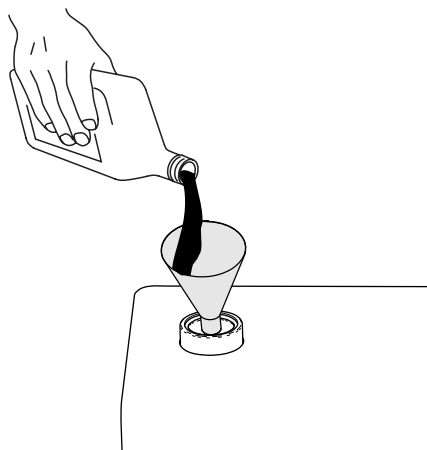

Figura 115
7. Se il livello del fluido è più basso del segno inferiore sull'asta, aggiungete il fluido idraulico specificato al serbatoio (Figura 115). Ripetete i passaggi da 4 a 6 fino a quando il livello del fluido non compare tra le 2 tacche sull'asta di livello.